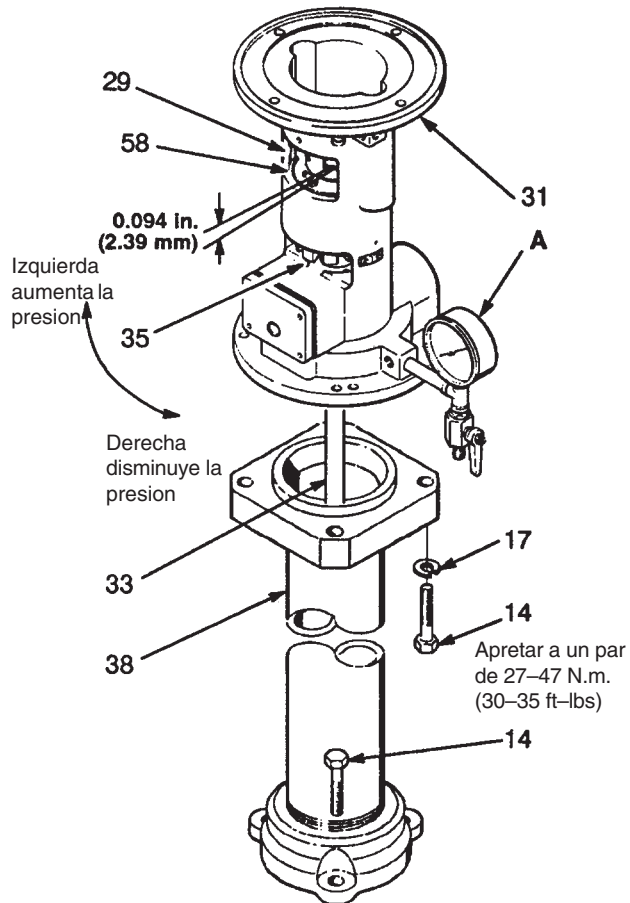

Fig. 6
25. Apagar la bomba y comprobar de nuevo la holgura de acoplamiento. Ajustar si fuera necesario a 2,39 mm (0,094"). Ver Fig. 6.
3. Retirar los tornillos de cabeza (14) de la brida superior del tubo de subida (38). Ver la Fig. 6.
4. Sacar la base de la bomba (3) verticalmente, fuera del eje (33). Evitar doblar el eje tirando desigualmente con un polipasto o una palanca. Retirar los tornillos de cabeza (14) del final del tubo y extraer el tubo de subida (38). Ver Fig. 6.
14. Instalar el tubo de subida (38) con los tornillos(14), las arandelas de bloqueo (17) y las tuercas (15). Ver Fig. 6.
1. Colocar el deflector (40) en la base de la bomba con la brida hacia abajo. Utilizar una clavija de madera, de un diámetro justo por debajo de 19 mm (0,75"), para alinear el deflector cuando se ensamble la base de la bomba en el eje.
2. Bajar con cuidado la base (31) sobre el eje (33) pasando el eje a través del cojinete y el deflector. Ajustar firmemente la base sobre el tubo de elevación (38). Poner los cuatro tornillos de cabeza (14) y las arandelas (17). Apretar a un par de 27-47 N.m. (30-35 ft-lbs). Remitirse a la Fig. 6.